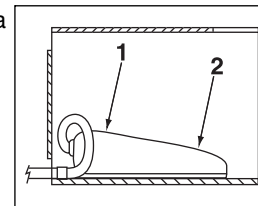

Figura 7
5.2 Opção do Pedal de Controle (ver Figura 7)